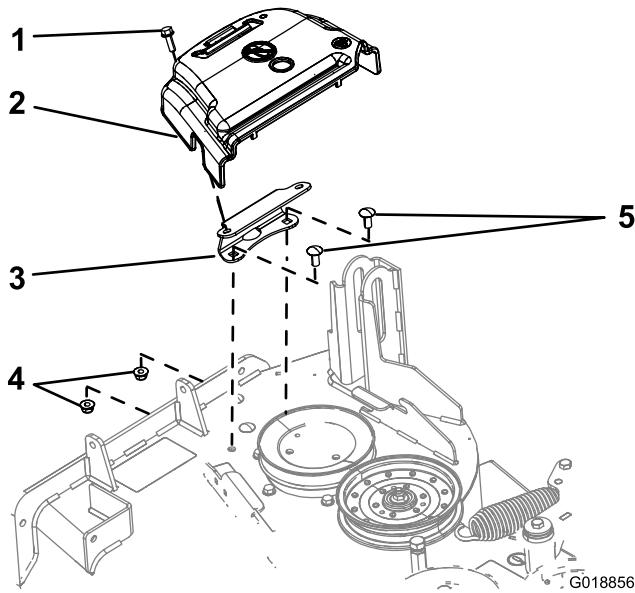

Figure 3
2. Tournez le boulon de fixation du couvercle de courroie dans le sens antihoraire pour le desserrer (Figure 3).
3. Retirez le couvercle de courroie et le boulon du support de fixation (Figure 3).
1. Retirez les 2 boulons et les 2 écrous à embase qui fixent le support de fixation du couvercle sur le plateau (Figure 3).
1. Retirez les 2 boulons de carrosserie ($1/4 \times 3/4$ po) et les 2 contre-écrous ($1/4$ po) qui fixent le support du couvercle à la bride avant du plateau de coupe (Figure 3).
2. Déposez le support du couvercle de courroie du plateau de coupe (Figure 3).